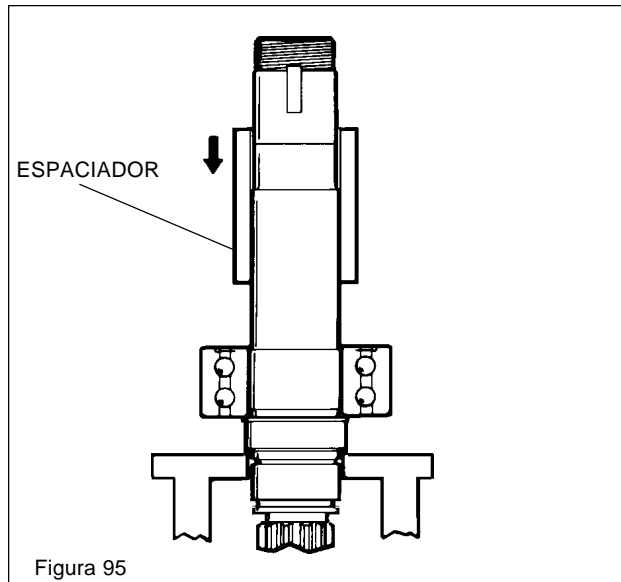

Figura 95
- d. Deslice el espaciador sobre el eje y colóquelo sobre el rodamiento. (Vea la figura 95)